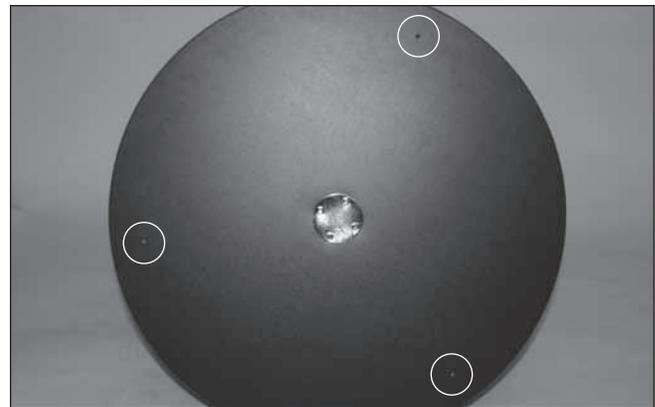
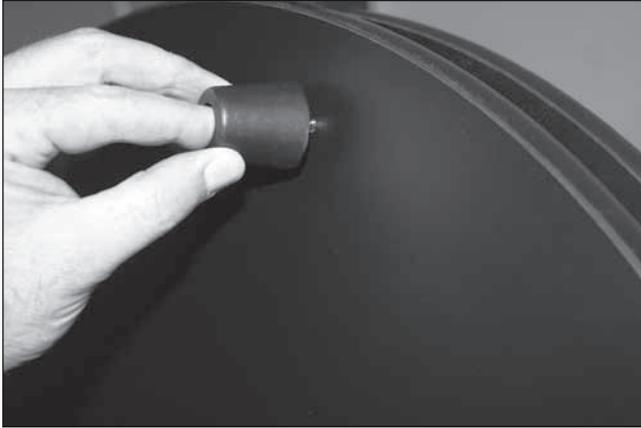

Figure 6. Les avant-trous pour les pieds.
Figure 7. Fixation des pieds à la base.
1. Tournez l'ensemble de la base à l'envers et posez-le doucement sur le carter du moteur azimut. Localisez les trois avant-trous sur le bord de la plaque inférieure (**figure 6**). Insérez les vis dans les pieds et vissez-les dans les avant-trous (**figure 7**) à l'aide d'un tournevis cruciforme, jusqu'à ce qu'elles soient fermes.